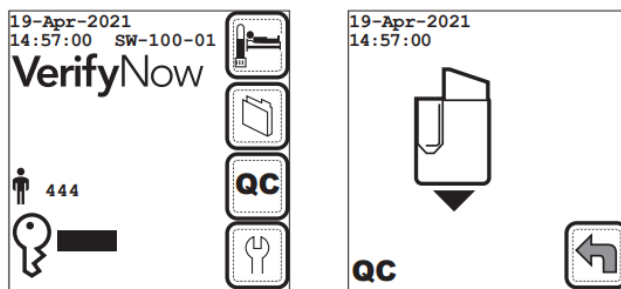

Рисунок 20: Запуск уровня 1 WQC
3. Нажмите на клавишу  (КК) и дождитесь подсказки **Вставить тест-устройство** на дисплее (Рисунок 20 (стр. 30)).